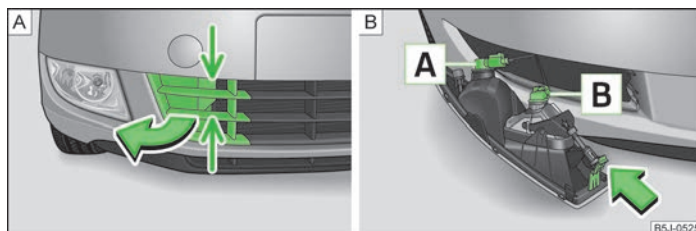

Fig. 150 Bara de protecție față: Grilaj de protecție/demontarea proiectoarelor de ceață
Disponerea becurilor » fig. 150.
- > Prindeți grilajul de protecție în pozițiile marcate cu săgeți » fig. 150 - și scoateți capacul.
- > Introduceți mâna în orificiul grilajului de protecție și apăsați elementul de fixare » fig. 150 - în sensul indicat de săgeată.